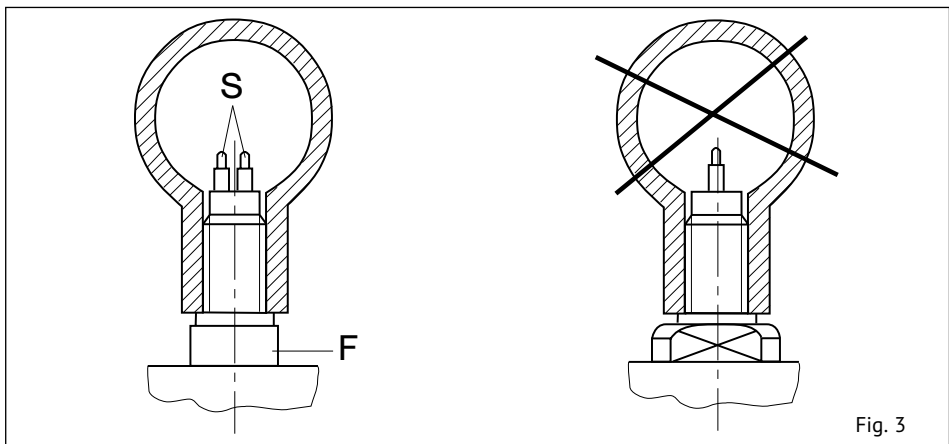

Fig. 3
- Die Messfühler (S) müssen nebeneinander im Rohr liegen (siehe Fig. 3):
- The two sensors (S) must be side by side across the direction of flow (see fig. 3):
Die beiden Messfühler (S) müssen im eingebauten Zustand nebeneinander im Strömungsmedium liegen. Dies ist der Fall, wenn die Schlüsselansatzflächen (F) parallel zur Rohrleitung stehen (siehe Fig. 3). Bis 56 mm Rohrinne Durchmesser muss der Einschraubstutzen bündig mit der Rohrinne wand sein. Größer 56 mm Rohrinne Durchmesser muss die Fühlermitte (schräger Absatz) auf 1/8 des Rohrinne Durchmessers eingeschraubt werden. Der Pfeil (Laserbeschriftung) an der Seite des Gehäuses muss in Strömungsrichtung zeigen (siehe Fig. 5).
The two sensors (S) of the flow meter must be aligned side by side directly across the direction of flow. The sensors are correctly positioned when the wrench flats (F) are aligned parallel with the pipe (see fig. 3). For inside pipe diameters up to 56 mm (2.2 in) the shaft end must be in line with the inner pipe wall. For inside pipe diameters above 56 mm (2.2 in) the shoulder of the two sensors (7 mm (0.28 in) from the tip) must be positioned at 1/8 of inside pipe diameter  $\varnothing i$ . The arrow (laser marking) at the side of the housing must show in direction of flow (see fig. 5).
Die beiden Messfühler (S) müssen im eingebauten Zustand nebeneinander im Strömungsmedium liegen. Dies ist der Fall, wenn die Schlüsselansatzflächen (F) parallel zur Rohrleitung stehen (siehe Fig. 3). Die Fühlermitte (schräger Absatz) muss bei 1/8 des Rohrdurchmessers positioniert werden. Der Pfeil (Laserbeschriftung) an der Seite des Gehäuses muss in Strömungsrichtung zeigen (siehe Fig. 7).
The two sensors (S) on the flow meter must be aligned side by side directly across the direction of flow. The sensors are correctly positioned when the wrench flats (F) are aligned parallel with the pipe (see fig. 3). The shoulder of the two sensors (7 mm (0.28 in) from the tip) must be positioned at 1/8 of inside pipe diameter  $\varnothing i$ . The arrow (laser marking) at the side of the housing must show in direction of flow (see fig. 7).